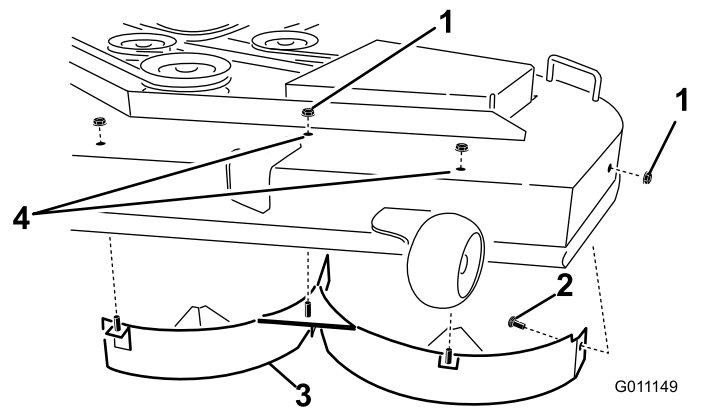

Bild 32
4. Entfernen Sie die drei Sicherungsmuttern (5/16"), mit denen die geschweißten Streben des linken Ablenkblechs oben am Mähwerk in der Mitte, links von der Mitte und in den linken Stellungen befestigt sind (Bild 32).
5. Entfernen Sie die Schlossschraube und die Sicherungsmutter an der Seitenwand des Mähwerks, die das linke Ablenkblech am Mähwerk befestigen (Bild 32).
6. Nehmen Sie das linke Ablenkblech vom Mähwerk ab (Bild 32).
7. Suchen Sie die zwei Schrauben in den losen Teilen und setzen Sie diese Befestigungen mit den vorhandenen Sicherungsmuttern in die Löcher im Mähwerk ein, die in Bild 32 abgebildet sind, um das Herausschleudern von Rückständen zu vermeiden.